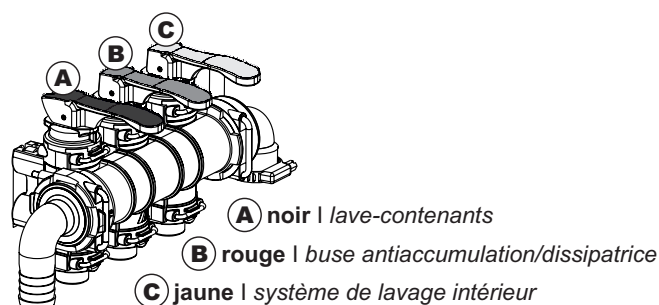

Fig. 5
- **COUVERCLE FERMÉ**, introduire environ cinq litres d'eau en déplaçant le levier jaune (C vers le haut, Fig. 5);
- Tenez le contenant **FERMEMENT** et, actionnez la buse en déplaçant le **levier noir (A)** vers le haut, (Fig. 5 + Fig. 6b) pour obtenir le lavage du contenant.
- Déplacez le **levier jaune C** à nouveau vers le haut (Fig. 5) pour verser de l'eau dans la quantité nécessaire au bon pré-mélange.
- Abaissez le **levier jaune C** (Fig. 5).
Déplacez tous les leviers vers le haut (A, B et C, Fig. 5) : ce faisant toutes les buses commenceront à fonctionner pour le lavage des parois internes.
À ce point, interrompez tout débit d'eau à l'intérieur du Mixer en abaissant **tous les leviers (A, B et C, Fig. 5).**